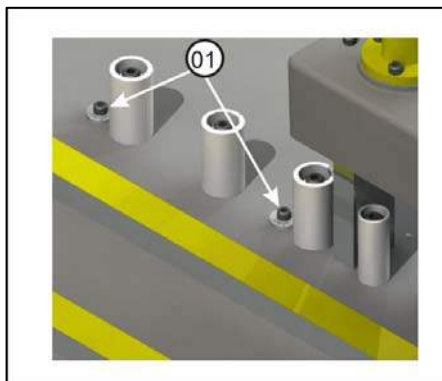

Fig. 37
- ✓ Em seguida, solte os parafusos 01 fig. 37.
- ✓ Por fim aperte as os parafusos da fig. 37 e 36 respectivamente.